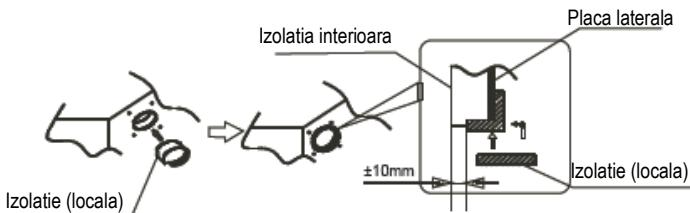

Fig.5-5
- Amplasati etans izolatia de-a lungul gaurii unitatii conform indicatiilor. Capetele placii laterale si izolatia interna trebuie sa adere perfect fara a lasa nici un spatiu de-a lungul circumferintei gaurii. Asigurati-vă ca suprafata interna a izolatiei intra in contact etans cu marginea izolatiei interne si placa laterală. (*consultati fig. 5-5*)